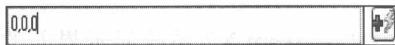

图 1.7 快速目标点输入栏
(1) 坐标输入按钮 。用于输入目标点的 X、Y、Z 坐标值，输入每一个坐标值后必须单击回车键确认。
(2) 快速目标点坐标输入按钮 。单击 按钮，系统以如图 1.7 所示的快速坐标输入栏覆盖 3